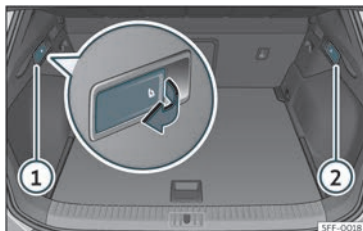

Fig. 107 Na bagageira: alavancas para o desbloqueio do encosto traseiro.
- Puxe a alavanca de desbloqueio à distância da parte esquerda» **Fig. 107** ① ou direita ② do encosto no sentido da seta. A parte desbloqueada do encosto traseiro rebate-se automaticamente para a frente.